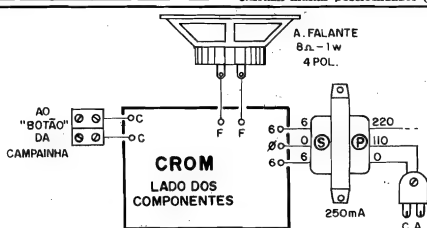

Fig. 10
- FIG. 10 - CONEXÕES EXTERNAS À PLACA - São poucas e simples, mas também  **muito**  importantes. Observem (na placa, vista pelo lado dos componentes, não cobreado...) a ligação ao par de conetores "Sinal" (que servirá para a ligação do cabo paralelo que vai ao "botão" da campainha...), do alto-falante e - principalmente - do transformador... Quanto a este último, notem que as ligações do "rabicho" ao seu  **primário**  correspondem às para uma rede C.A. de 110V. Se a rede local for de 220V, então o terminal de 110V deverá ser "desprezado", ligando-se em seu lugar o de 220V (mostrado em linhas tracejadas na figura...).